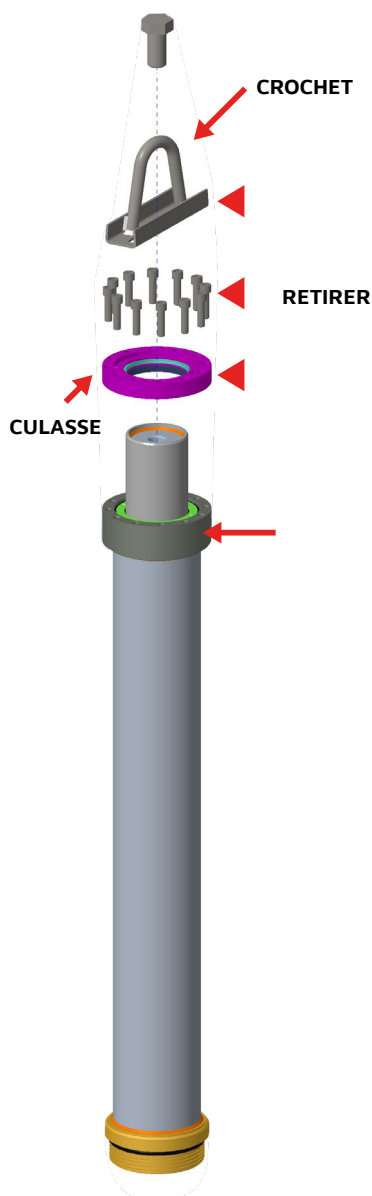

Fig 3
4. Retirez le crochet de transport et la partie supérieure de joint et fixez le crochet de transport à la tige au moyen d'une vis de tête M30 (ou M60) (Fig 3).